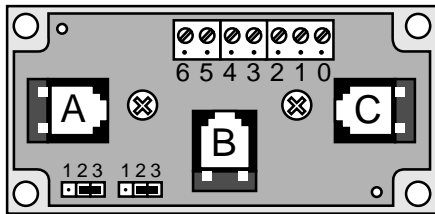

Fig. 3
**Connettore a "T":** (cod. TCONN6J000) consente di interfacciare un Datalogger ad una rete di più Datalogger in quanto è dotato di tre connettori telefonici RS485 (Fig. 3), due in "ingresso" e uno in "uscita" e di una morsettiera in cui sono accessibili i fili di ricezione, trasmissione e massa della seriale RS485.